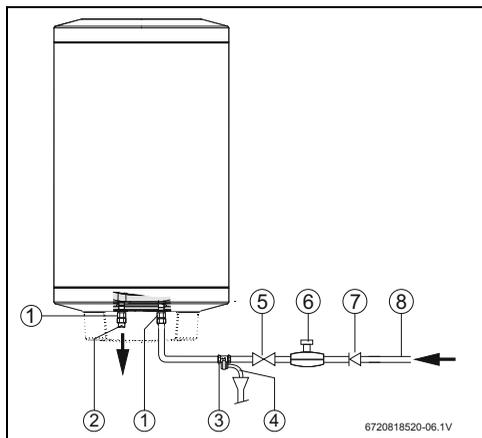

Рис. 10 Подключение воды
Для предотвращения неисправностей, вызванных неожиданными колебаниями давления в водопроводной сети, рекомендуется установить перед баком обратный клапан (рис. 10, [7]).
- ▶ Установите предохранительный клапан на подводе холодной воды к баку (рис. 10).
Если давление воды превышает 80 % от максимально допустимого давления бака (6,4 бар), то установите редукционный клапан (рис. 10).
- ▶ Закройте водопроводный кран (→ рис. 10).